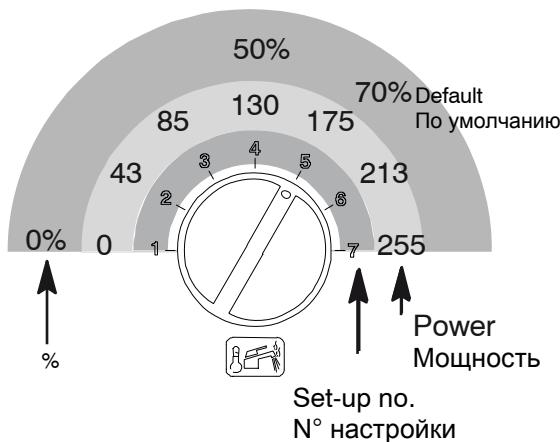

Fig. 6.7
- 16 Check the ignition gas pressure by setting dip-switch "3" (Fig. 6-7) to the OFF position. Compare the value on the gauge with the value indicated in the sections 4.4, 4.5 and 4.6 (gas pressures at the burner), accordingly with the model of boiler installed. If the ignition gas pressure is not set correctly see section 6.7 in this manual for the adjustment procedure. If ignition gas pressure is correct switch dip-switch "3" to the ON position.
- 16 Проверьте давление розжига газа переместив переключатель "3" (рис. 6.7) в положение OFF. Сравните значение на измерительном приборе с показателями, указанными в разделах 4.5, 4.6 и 4.7 (давление газа на горелке) в соответствии с выбранной моделью котла. Если давление газа на розжиге выбрано неправильно, см. раздел 6.7 настоящего руководства для настройки. Если давление газа на розжиге выбрано правильно, переместите переключатель "3" в положение ON.
- 24 To change the set-up, turn the sanitary fixture temperature adjustment knob on Fig. 6.7 and set it to the required time (in the example figure, the knob is set to position 5 – see also the table on the boiler handbook, chapter Gas adjustment check); blockage signal LED will flash quickly.
- 24 Для изменения настройки повернуть рукоятку регулирования температуры ГВС в Fig. 6.7 и установить на выбранное время (на иллюстрации пример рукоятка установления на пятую позицию, смотреть также таблицу в руководстве бойлера, Глава Проверка, настройка газа), при этом быстро мигает индикаторная лампа блокирования.